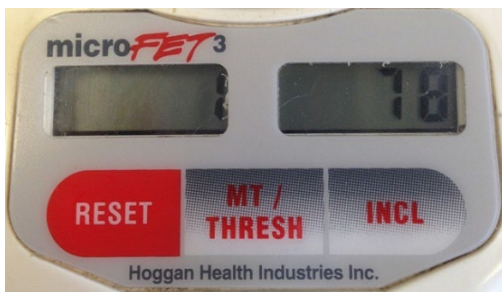

Bild 8. Exempel på sparad resultat från inklinometertest
- Apparaten visar vinkelmätningen på höger display och testnumret på vänster display (se bild 8). Testresultaten för vinkel visas som heltal.